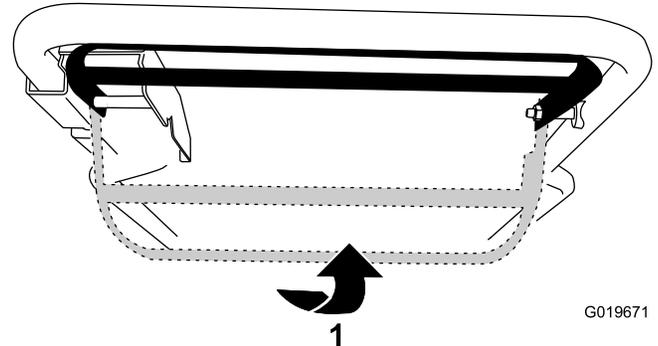

Figura 20
- Para operar a transmissão autopropulsora sem engatar as lâminas, eleve a barra de controlo para o manípulo (Figura 20).
- Para operar a transmissão autopropulsora e engatar as lâminas, deslize a barra de controlo até ao fim para a direita e eleve-a para o manípulo (Figura 20).